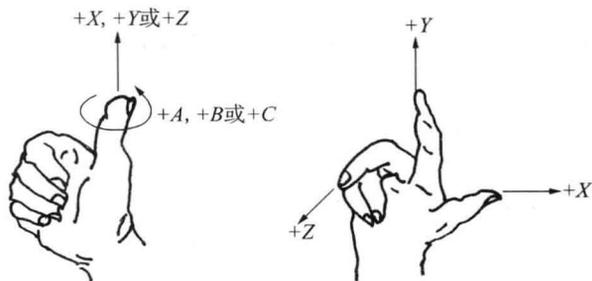

图 2.1.1 右手笛卡尔坐标系
① 伸出右手的大拇指、食指和中指,并互为 $90^\circ$ ,则大拇指代表 $X$ 坐标,食指代表 $Y$ 坐标,中指代表 $Z$ 坐标。
② 大拇指的指向为 $X$ 坐标的正方向,食指的指向为 $Y$ 坐标的正方向,中指的指向为 $Z$ 坐标的正方向。
③ 围绕 $X$ 、 $Y$ 、 $Z$ 坐标旋转的旋转坐标分别用 $A$ 、 $B$ 、 $C$ 表示,根据右手螺旋定则,大拇指的指向为 $X$ 、 $Y$ 、 $Z$ 坐标中任意轴的正向,则其余四指的旋转方向即为旋转坐标 $A$ 、 $B$ 、 $C$ 的正向,见图2.1.1。